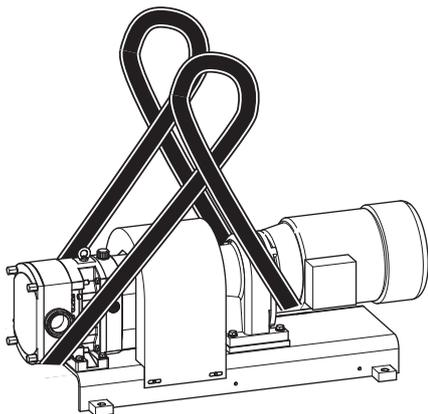

Fig. 13 Transporte con eslinga circular, representación a modo de ejemplo en la FL 100
Pase la eslinga circular alrededor del motor reductor, véase la Fig. 13 «*Transporte con eslinga circular, representación a modo de ejemplo en la FL 100*», página 11.
2. Coloque el otro extremo de la eslinga circular alrededor del cuerpo de la bomba, véase la Fig. 13 «*Transporte con eslinga circular, representación a modo de ejemplo en la FL 100*», página 11.